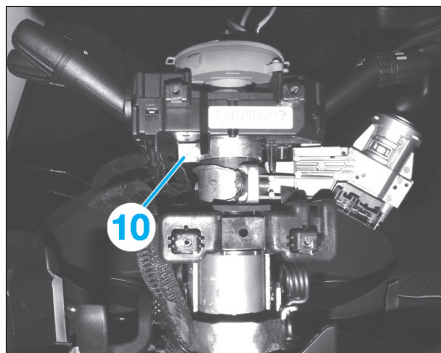

Fig. 8
- Desserrer suffisamment la vis (10) de l'ensemble des commandes sous volant (Fig.8).